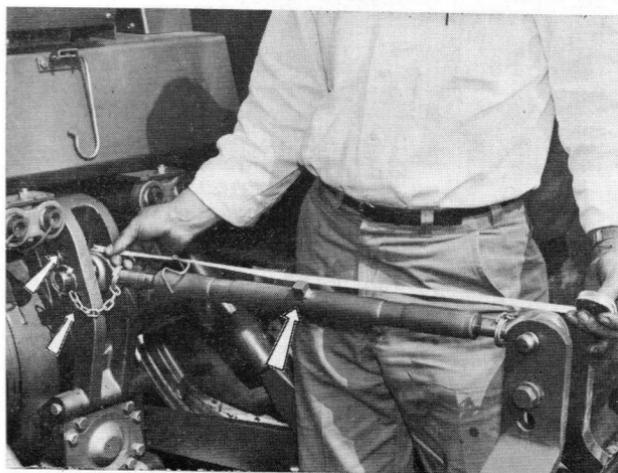

Fig. 22
- 6 - Attacher la rotule de la barre supérieure, côté outil au pylône de ce dernier et la verrouiller. Attacher l'autre rotule de la barre d'attelage supérieure au levier de basculeur du troisième point (fig. 22).
L'attelage trois points du MF 1080 est livré avec une barre supérieure réglable en longueur. La longueur normale est de 74 cm d'un axe de rotule à l'autre et peut être portée à 82 cm pour une fixation plus facile de l'outil. Pour régler, déverrouiller le ressort de verrouillage, et tourner la partie centrale jusqu'à ce que la longueur désirée de la barre soit atteinte. Puis verrouiller (fig. 22).